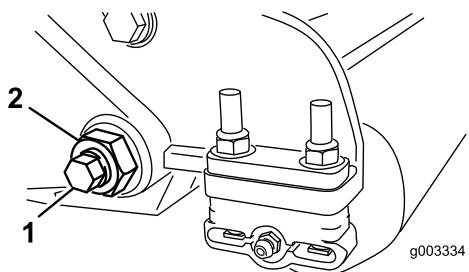
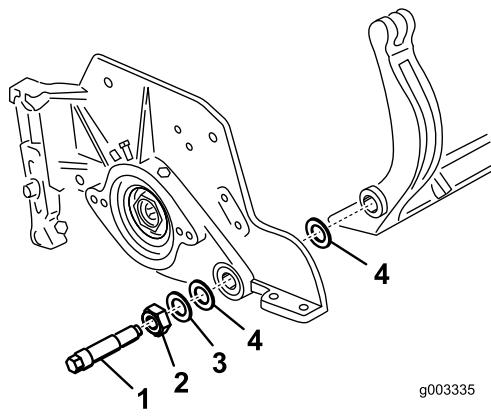

Figure 27
Figure 28
3. De chaque côté de la machine, desserrez le contre-écrou de fixation du boulon de la barre d'appui (Figure 27).
4. Retirez les boulons de la barre d'appui de façon à pouvoir abaisser la barre et la déposer de la machine (Figure 27). Mettez de côté les 2 rondelles en nylon et la rondelle en acier estampé situées de chaque côté de la barre d'appui (Figure 28).
2. Fixez la barre d'appui sur chaque plaque latérale avec les boulons (munis d'écrous) et 6 rondelles. Une rondelle en nylon doit être placée de chaque côté du bossage de la plaque latérale. Placez une rondelle en acier à l'extérieur de chaque rondelle en nylon (Figure 28). Serrez les boulons de la contre-barre à un couple de 37 à 45 Nm. Serrez les contre-écrous jusqu'à ce que les rondelles d'acier extérieures cessent de tourner et que le jeu axial soit supprimé, mais ne serrez pas excessivement et ne faites pas flétrir les plaques latérales. Les rondelles peuvent présenter un espace à l'intérieur.